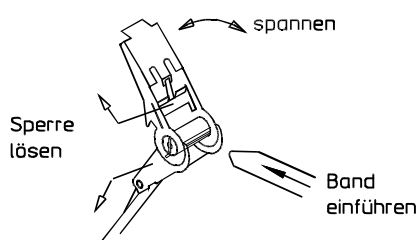

Abb. 32
2. Das Mittelspannband (Pos. 3) wird um die beiden Isolierschalen gelegt, ausgerichtet und mit der Ratsche angespannt, bis beide Hälften auf der Behältermitte **fest aneinanderliegen**. Bedienung der Ratsche wie in Abb. 32. Dieser Spannvorgang kann in mehreren Schritten durchgeführt werden.